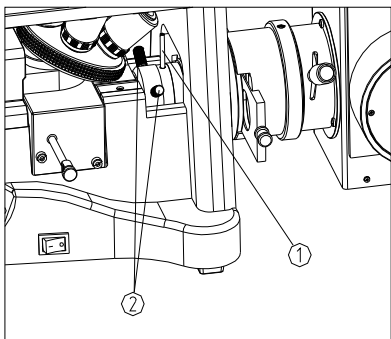
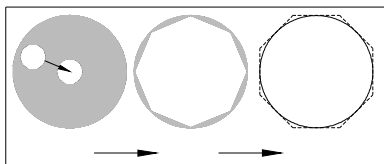

图 21
图 22
- (1) 把视场光阑拨杆①按顺时针旋转，即把视场光阑开大，反之则视场光阑变小。（如图 21）
- (2) 通过目镜观察，此时能在视场内看到视场光阑的成像。
- (3) 调节视场光阑左右的两个调中螺钉②，将视场光阑的像调到视场中心位置。
- (4) 逐步打开视场光阑，如果视场光阑的图像和视场内切，表示视场光阑已正确对中了。（如图 22）
- (5) 实际使用时，为了更好的获得成像效果，要稍微加大视场光阑，使它的图像刚好与视场外切。